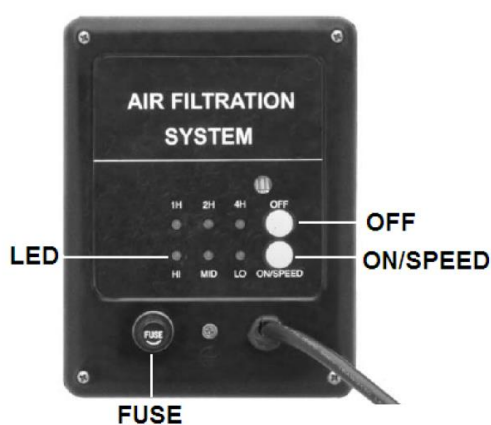

Рис.1
1. Подключите шнур питания (19) к розетке.
3. Когда вы закончите пользоваться устройством, нажмите кнопку выключения. (См. Рис. 1.)